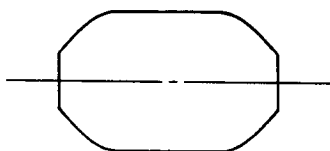

Fig. 3-9
- III. Gently turn both guide rollers alternately clockwise so that the envelope has the shape shown in Fig. 3-9. At this time, the lower edge of the tape should be fully on the drum lead.
- III. 両側のガイド・ローラーを少しずつ互いに右に回し、エンベロープを図 3-9 の様な形状にする。このとき、テープの下エッジがシリンダーのリードに完全に乘っている状態になります。